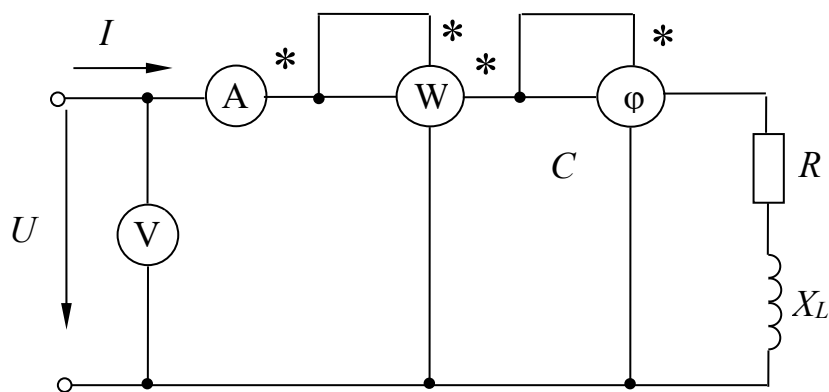

Рисунок 14 – Электрическая цепь с катушкой переменного тока
**Задача.** В цепь переменного тока частотой 50 Гц (рисунок 14) включена катушка, обладающая активным сопротивлением  $R$  и индуктивным сопротивлением  $X_L$ . К цепи приложено напряжение  $u = U_m \sin \omega t$ . Определить показания измерительных приборов, а также активную, реактивную и полную мощности цепи. Построить треугольник сопротивлений и векторную диаграмму.  $R = 3$  Ом;  $X_L = 4$  Ом;  $U_m = 282$  В. Осуществить моделирование работы схемы в среде Multisim.